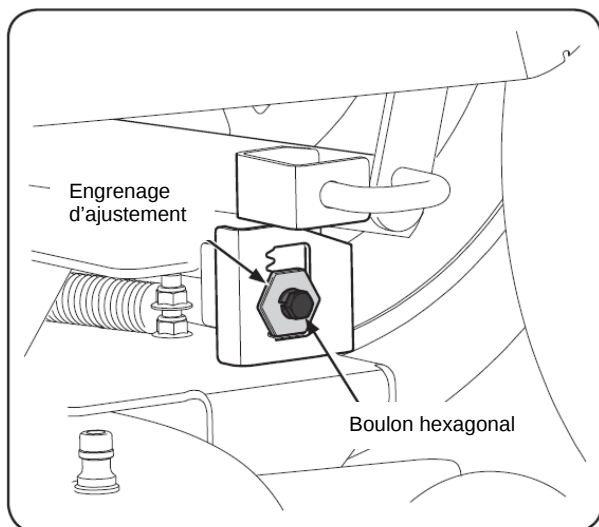

Figure 6-11
3. Dévissez, mais **N'ENLEVEZ PAS** le boulon hexagonal sur le bras d'articulation du plateau gauche. Consultez la Fig. 6-11. À l'aide d'une clé anglaise, élevez ou abaissez le côté gauche du plateau en tournant l'engrenage d'ajustement. Consultez la Fig. 6-11.